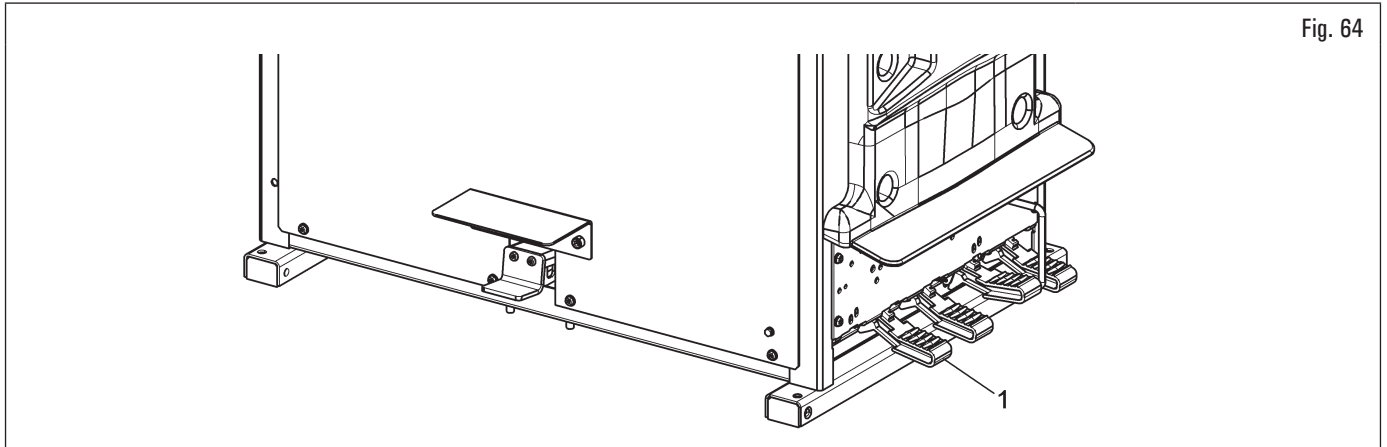

Fig. 64
1. posizionare il braccio operante in posizione di lavoro agendo sul pedale (Fig. 64 rif. 1);
7. a montaggio ultimato rimuovere il braccio per portarlo in posizione di riposo agendo sull'apposito pedale (Fig. 64 rif. 1);